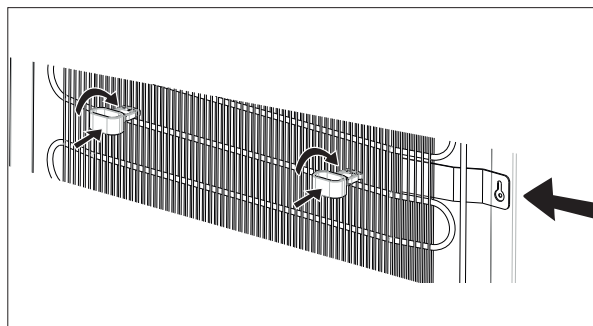

Fig. 21
- ▶ Monter begge afstandsholdere (17) på højde med den øverste fastspændingsplade (se pil til højre i fig. 21) på køleribberne på apparatets bagside.
- ▶ Anbring afstandsholderen (17) i vertikal position indtil udsparingen med identifikationen **T** mellem to køleribber og drej den 90° til horisontal position som vist i fig. 21. Dette forhindrer direkte kontakt mellem kondensator og væg.
- ▶ Juster apparatet vandret, udlign ujævnheder på underlaget ved at skrue apparatfødderne (6) ind.